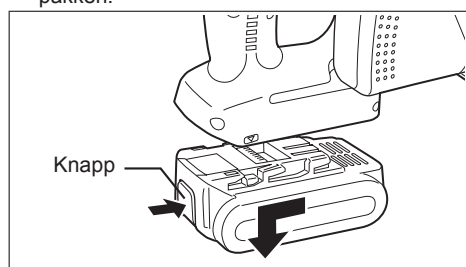

Fig. 3
2. For å ta ut batteripakken (Se Fig. 3)